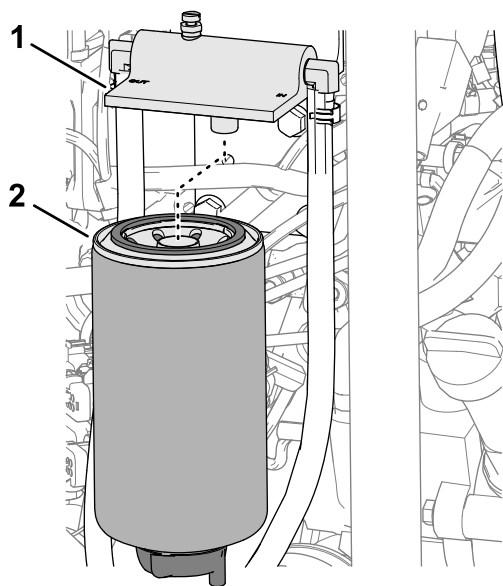

図 120
2. フィルタヘッドとキャニスタを洗浄する **図 120**。